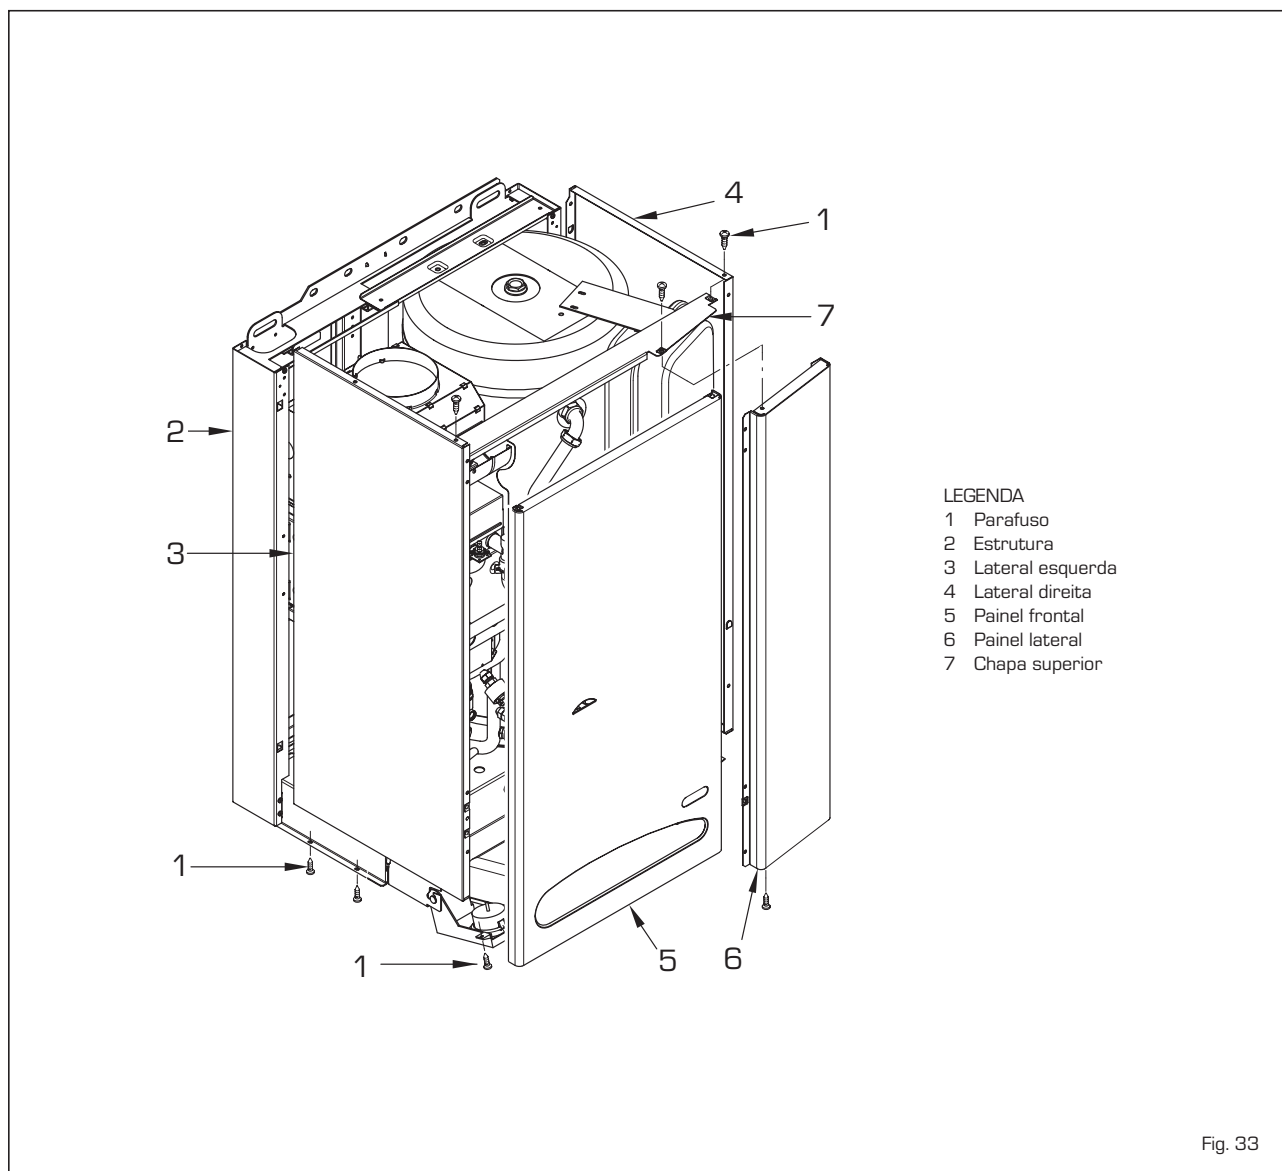

Fig. 33
4.6 DESMONTAGEM DA CARÇAÇA (fig. 33)